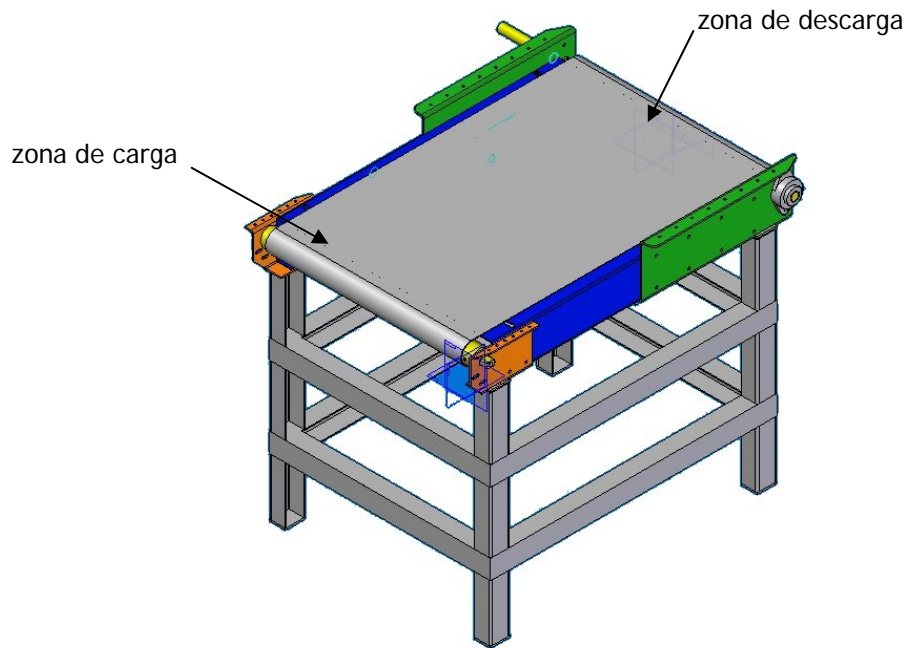

Figura 2. Cinta transportadora
La Figura 2 muestra la cinta transportadora que se quiere diseñar. Las características técnicas que debe cumplir son:
- La banda transportadora se apoya en una plancha metálica tal y como se muestra en la Figura 2. Cinta transportadora